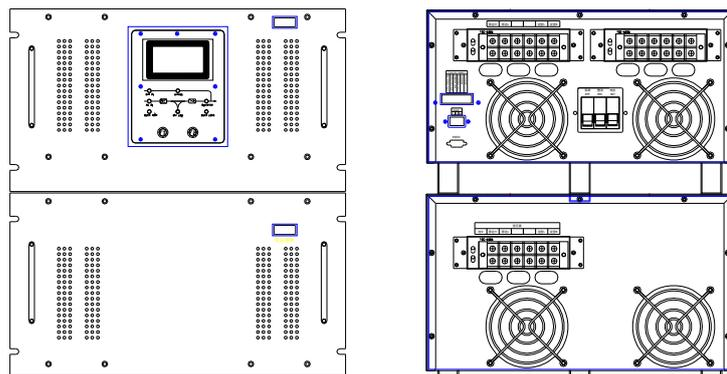

图 3-15 (主机箱+变压器箱)
5. 8KVA-10KVA LCD 显示面板机架式逆变电源前面板和后面板外观示意图如图 3-15 所示。